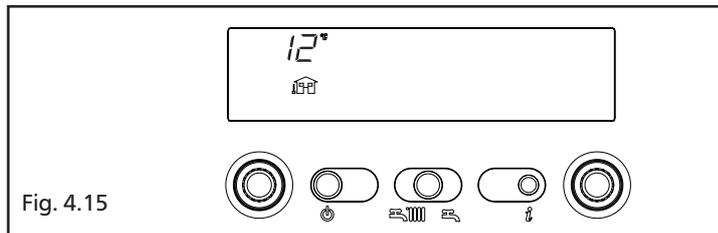

Fig. 4.15
**Info 1** solo con sonda esterna collegata, visualizza la temperatura esterna (esempio 12 °C) (fig. 4.15).